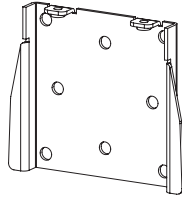

Figura 11
- 4) Monte la parte "B" del soporte en la pared en el lugar en que ha escogido poner el altavoz. Asegúrese de que el soporte tenga las dos lengüetas con agujero roscado hacia la parte de arriba del soporte. (Vea la Figura 11). Si está seguro de que hay un paral vertical dentro de la pared en el lugar escogido, atornille tornillos tamaño 2 a 8 #10 (no incluidos) en el paral vertical a través de la superficie de la pared. Si no hay un paral vertical dentro de la pared en el lugar escogido, instale anclas de pared tamaño 2 a 8 #10 (no incluidos) en la pared siguiendo las instrucciones del fabricante de anclas. Para las paredes de concreto, utilice una broca perforadora de concreto y anclas y tornillos #10 para concreto (no incluidos).